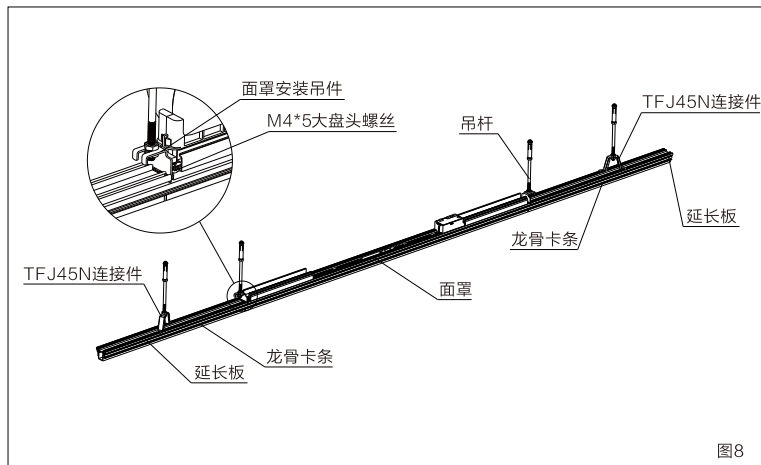

图8
(3) 从包装箱中取出适配的吊杆，根据上一步TFJ-45N连接件间距在顶部适当位置打膨胀眼并固定4根吊杆，根据所需出风方向调整好面罩位置并将吊杆与TFJ-45N连接件固定牢固（图8）；
（3）从包装箱中取出适配的吊杆，根据上一步TFJ-45N连接件间距在顶部适当位置打膨胀眼并固定4根吊杆，根据所需出风方向调整好面罩位置并将吊杆与TFJ-45N连接件固定牢固（图8）；